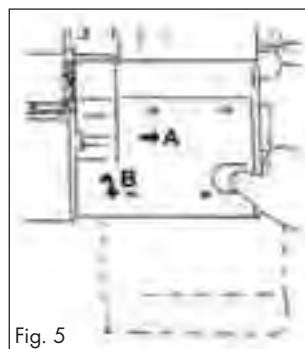

Fig. 5
- Faites glisser le capot avant ❶ vers la droite (A) puis amenez-le vers vous (B) (Fig. 5). Vous apercevez le boucleur derrière le capot avant ❶.